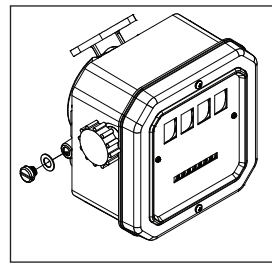

Figura 4
**a.** Obtenha acesso ao parafuso de calibração embutido, girando a tampa do parafuso de calibração e vedando no sentido anti-horário. Retire a tampa e a arruela de nylon. (Figura 4)